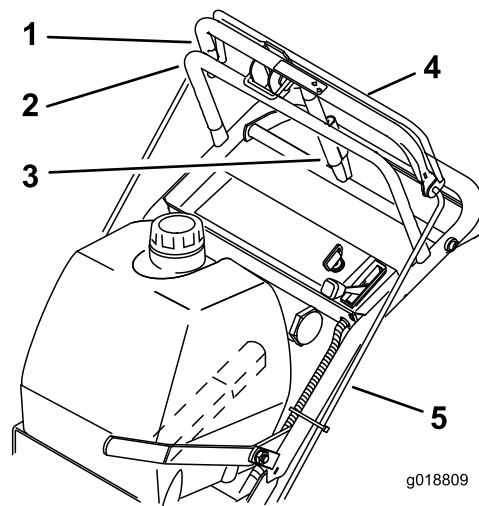

Figura 18
1. Compruebe el espacio entre la barra de control superior y la barra fija con la transmisión de las ruedas totalmente engranada. La distancia debe ser de 25 mm a 32 mm (1" – 1 1/4") aproximadamente, como se muestra en la Figura 18.